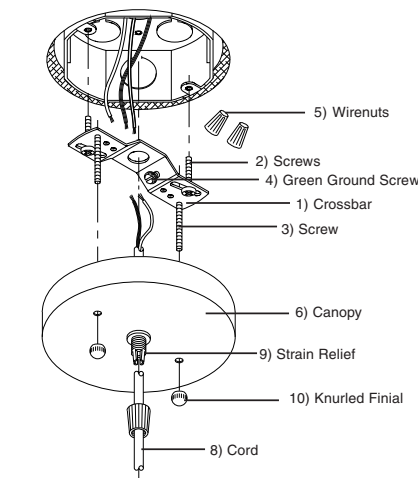

Figure 2
2. Fully thread (2) #8-32 X 1 ½" Screws into the Crossbar, 2 ¾" apart, facing downward. **See Fig. 2.**
3. With the power turned off, attach the crossbar to the junction box by inserting the (2) #8 x 1" machine screws through the slots in the crossbar into the junction box. (*head of green screw should face downward*). **See Fig. 2.**
2. Rosque completamente los (2) Tornillos #8-32 X 1 ½" en la barra transversal, 2 ¾" aparte, mirando hacia abajo. **Vea Fig. 2.**
3. Con la corriente eléctrica desconectada, conecte la barra transversal a la caja de ensambladura insertando (2) tornillos de máquina #8 X 1" por las ranuras de la barra transversal a la caja de ensambladura (Cabeza del tornillo verde debe mirar hacia abajo). **Vea Fig. 2.**